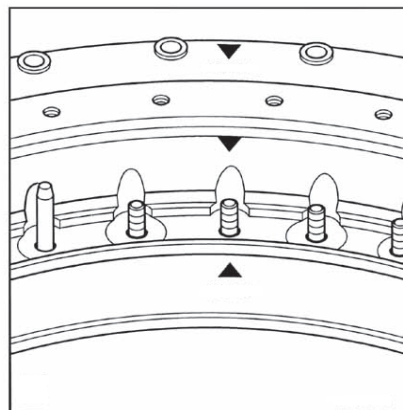

图 31
将头部法兰预装在变压器箱盖的安装法兰上(须装上密封垫)，对准两个法兰的△标志，调节分接开关及安装支架的位置，使中间法兰上的两个定位钉和所有螺杆能顺利通过头部法兰的联接孔(图 31)。
(6)把分接开关头安放到安装法兰上，注意两个定位钉的位置和支撑法兰与开关头上的标记(图 31)。这两个标记对正就可保证开关头安装位置正确。根据最终高度的不同，有载开关头和支撑法兰之间要留出 5-20mm 的间隙。